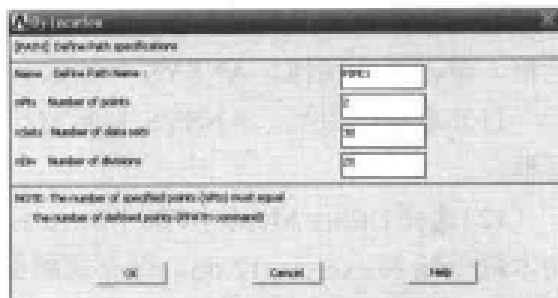

图 14-28 设置路径对话框
(5) 选择 Main Menu | General Postproc | Path Operations | Define Path | By Location 命令, 出现 By Location 对话框, 在 Name Define Path Name 文本框中输入 PIPE1, 其余选项采用默认设置, 如图 14-28 所示。